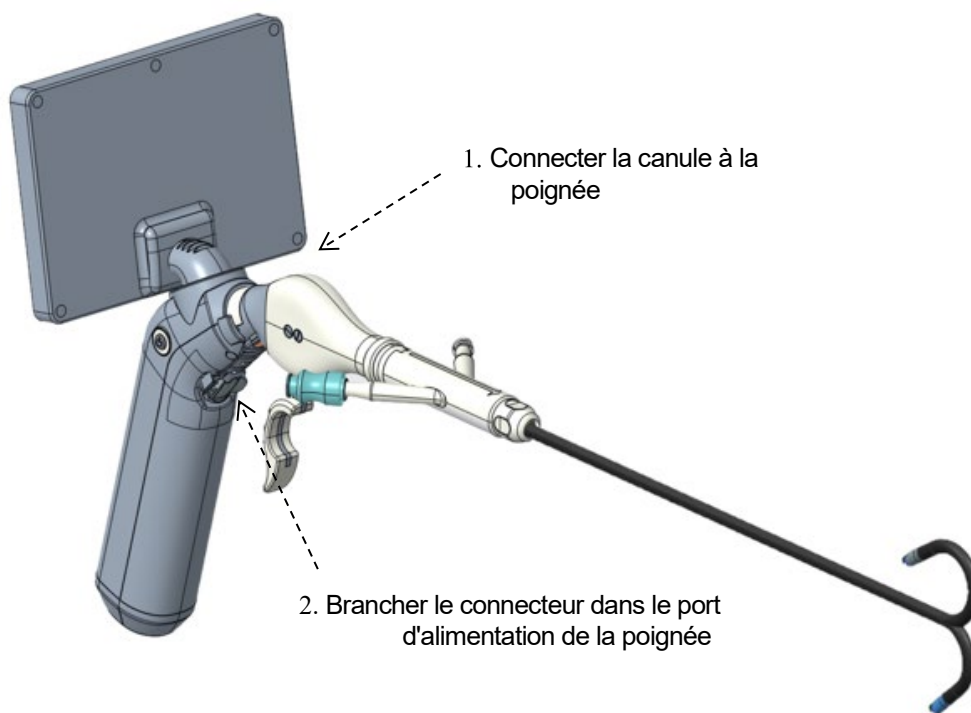

Figure 2. Fixation de la canule à la poignée
- 5.2.5. Une fois la canule raccordée, insérez le connecteur USB mâle de la canule à usage unique dans le connecteur USB femelle de la poignée. Voir la figure 2.
- 5.3.2. Fixez la canule au manche. Voir la figure 2. (Pour des instructions détaillées sur le raccordement de la canule, reportez-vous à la section 5.2).